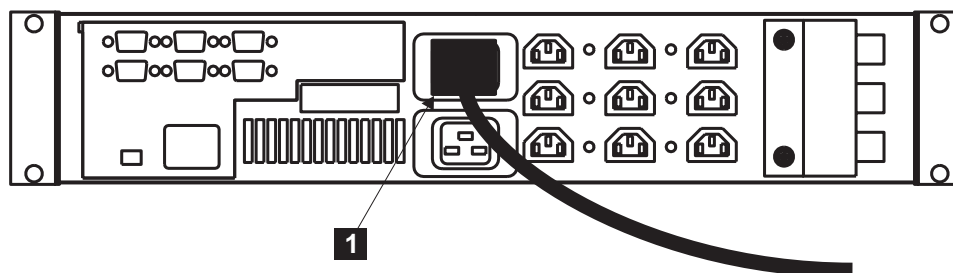

図 34. 2145 UPS電源ケーブルの取り付け
9. 2145 UPSの背面にある 2145 UPS主電源ケーブル **1** (51 ページの図 34) を電源ソケットに差し込みます。